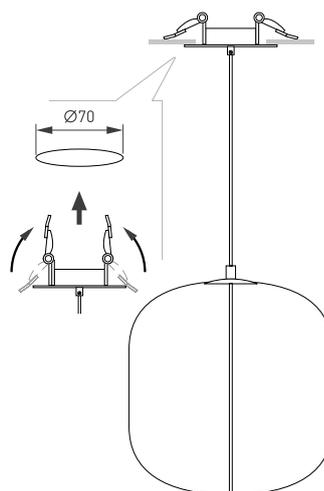

Рис. 3. Установка и подключение светильника с встраиваемой чашей
- Установка и подключение светильника со встраиваемой чашей (рис. 3)